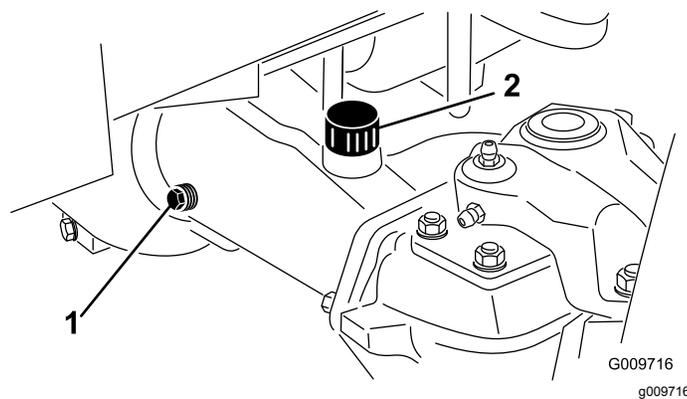

Figura 50
2. Retire o tampão de verificação que se encontra numa das extremidades do eixo (Figura 50) e certifique-se de que existe lubrificante até ao fundo do orifício.
**Nota:** Se o nível estiver baixo, retire o tampão de enchimento (Figura 50) e adicione lubrificante